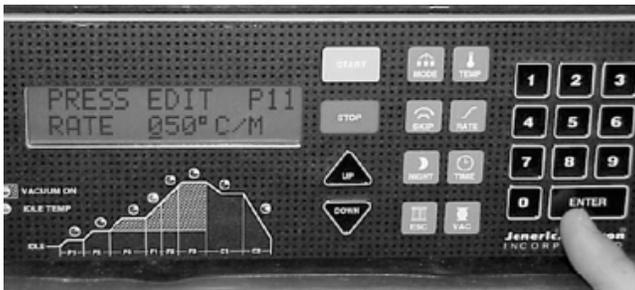

Figura 8A Introduzca la tasa de calor y pulse la tecla ENTER.
7. Para programar el ASCENSO DE CALOR, introduzca la tasa de ascenso deseado, a continuación, pulse ENTER (Figura 8A).